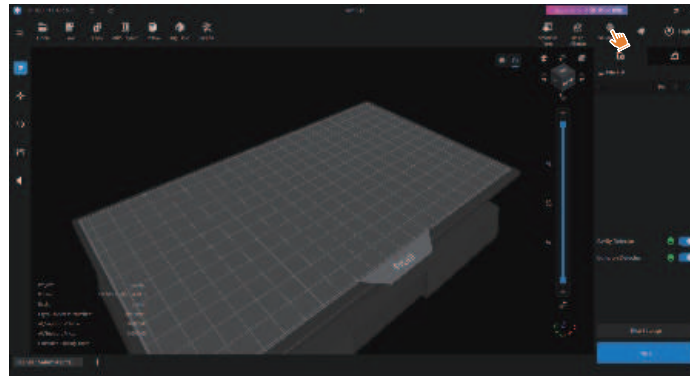

Abbildung 8: Öffnen des Netzwerkverwaltungszentrums
1. Öffnen Sie den Slicer und klicken Sie oben rechts auf , um das **Network Management Center** zu öffnen. Beim ersten Mal müssen Sie ChituManager herunterladen und installieren (siehe Abbildung 8).